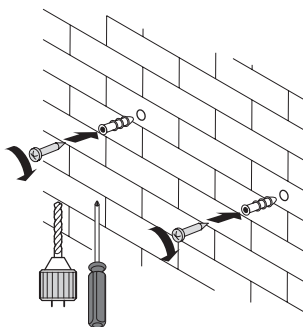
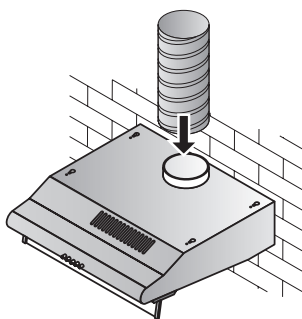

Рис. 3
Рис. 4
- Прикрепите вытяжку при помощи шурупов с дюбелями из монтажного комплекта задней поверхностью к стене (Рис. 3) или верхней поверхностью к шкафу. Соедините воздуховод с адаптером вытяжки (Рис. 4). Выведите другой конец воздуховода в вентиляционную шахту. Убедитесь в отсутствии щелей в соединениях.